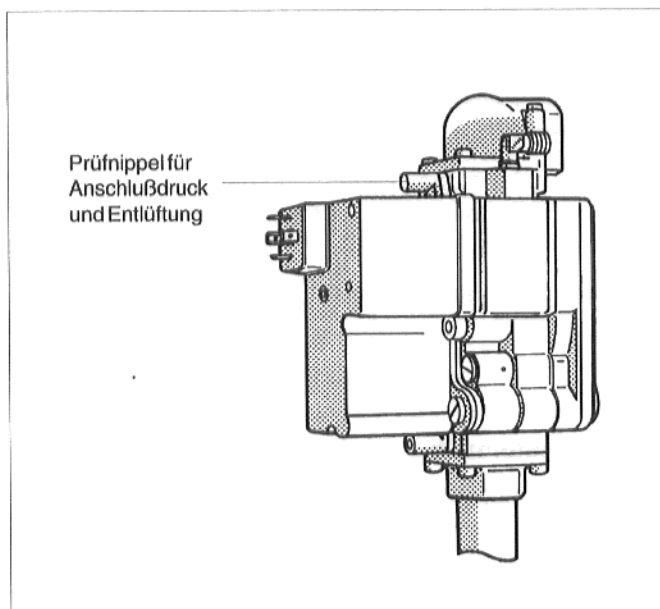

Abb. 7: Gasbrennerarmatur "BM" 762-012
- Lösen Sie die Verschlußschraube des Prüfnippels für Anschlußdruck an der Gasbrennerarmatur (Abb. 7 und 8) zwei Umdrehungen.